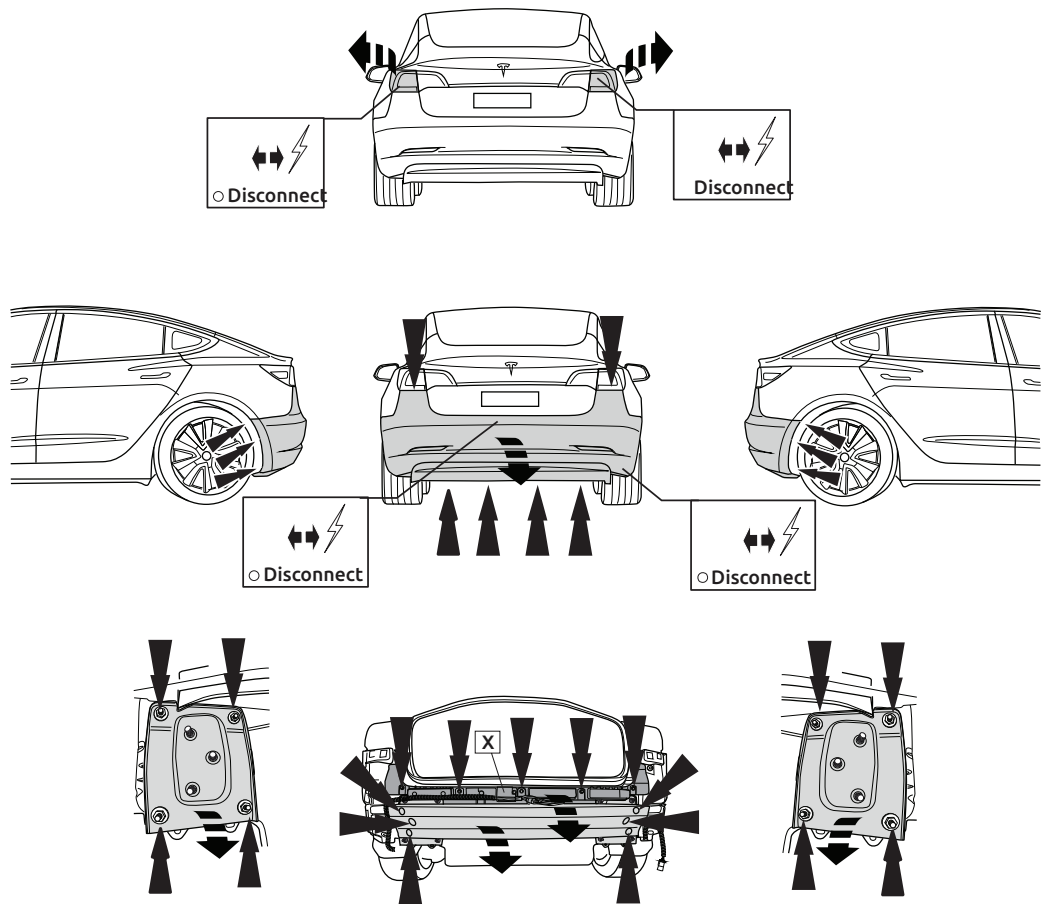

Fig. 1
2. Снять бампер вместе со буферным брусом автомобиля. Снять указанные детали X. См. рисунок 1.